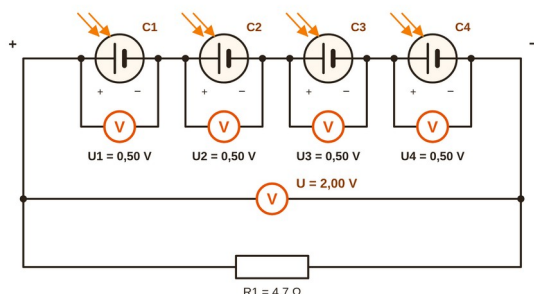

Figure 1 : 4 cellules en série, voltmètres en dérivation
2. Brancher un voltmètre **en dérivation** aux bornes de chaque cellule, puis un aux bornes de l'ensemble (figure 1).
Les valeurs relevées dans Tinkercad (figures 1 et 2) sont regroupées dans le tableau 1.
Nous avons associé 4 cellules en série (figure 1) et relevé  $U = 2,00 \text{ V}$  aux bornes de l'ensemble.